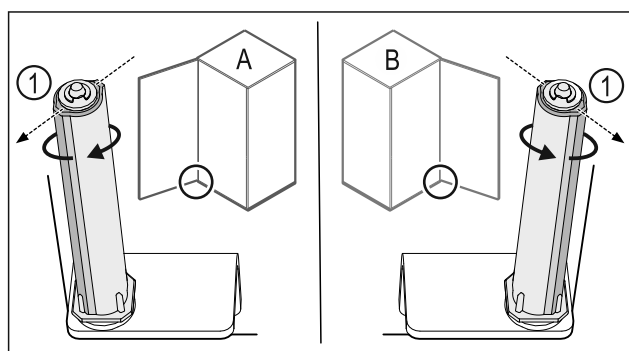

Fig. 30 Levý doraz (A) / pravý doraz (B)
- ▶ Otáčejte uzávěracím systémem proti odporu, dokud nebude lamela uzávěracího systému Fig. 30 (1) ukazovat směrem ven.